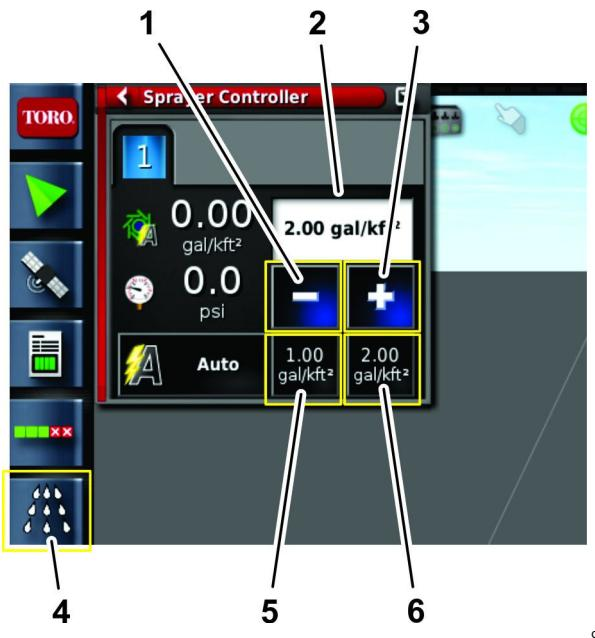

図 98
3. 希望する散布率を入力するプリセットから増減してもよいし、現在の目標散布率アイコンから設定してもよい図 98。